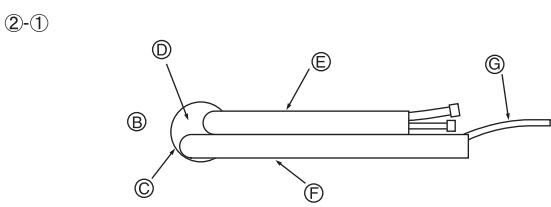

Fig. 3-5
② Tuberías izquierda y posterior izquierda
- ②-① Para la tubería posterior izquierda, saque los tubos fuera del agujero para determinar la longitud correcta y acódelos. La unidad interior debe estar suspendida del soporte de fijación.(Fig. 3-5)